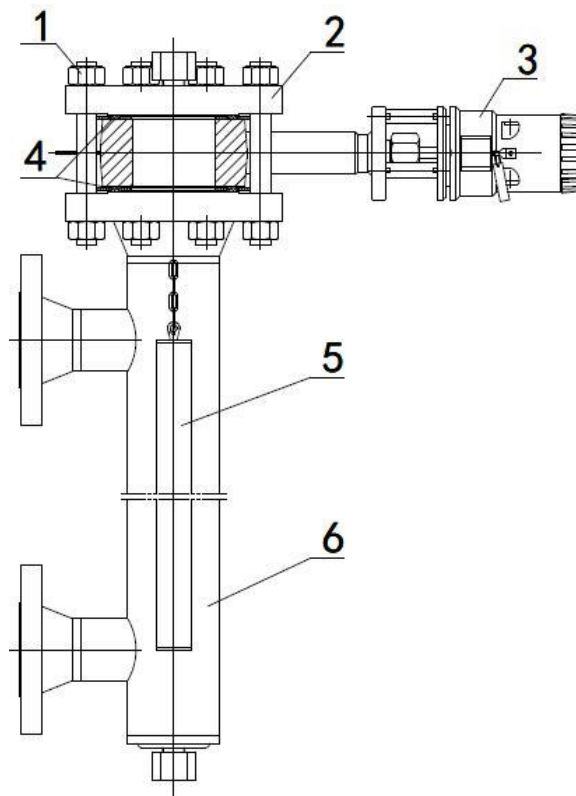
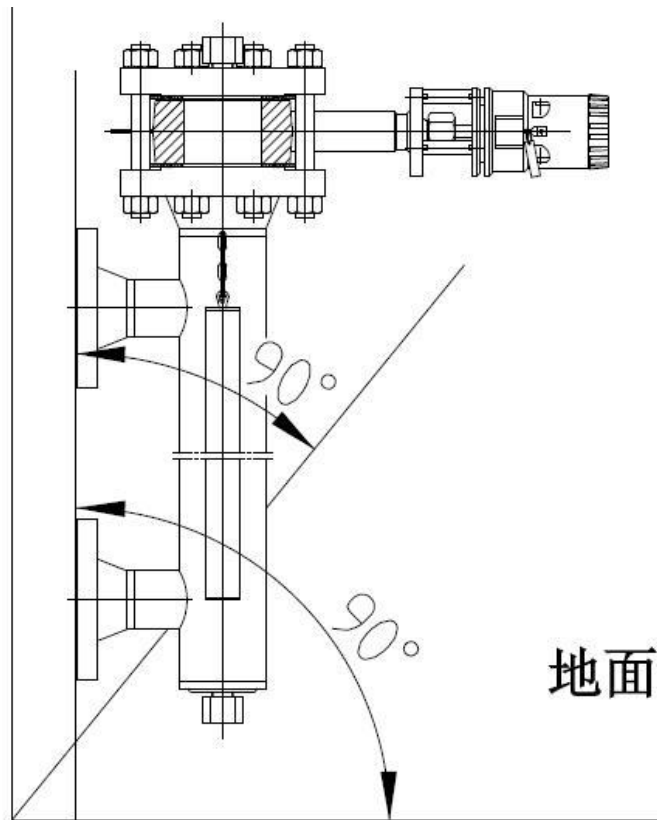

图 1 产品结构
图 5
### 2.1 产品主要结构-图 1
6.2.1 安装测量室时，外筒侧法兰轴线必须垂直于水平面（图 5），如果 ZTD 智能浮筒发讯器与其余零件是分体包装的，则按图 1 所示各零件位置安装，如果已经整体安装，则按 6.3.5 操作。